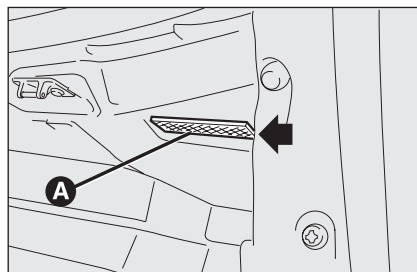
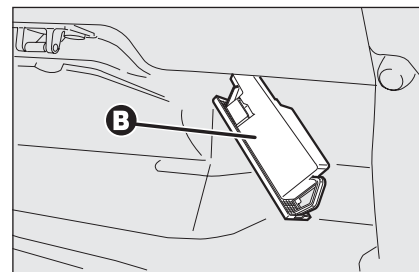

fig. 48
fig. 49
- ☐ saque la parte transparente **A-fig. 48** haciendo palanca en el punto indicado por la flecha;
- ☐ levante la protección **B-fig. 49** y sustituya la lámpara montada a presión;
- ☐ cierre la protección **B-fig. 49** de la parte transparente **A-fig. 48**;